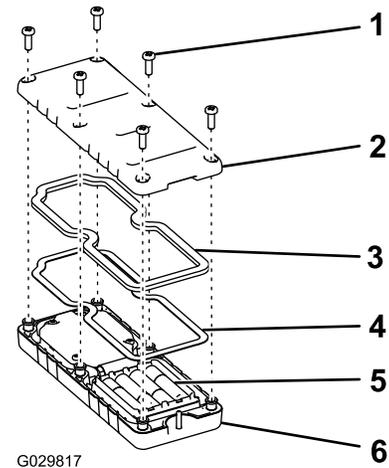

**図 30**
1. プーリ取り付けブラケットをブローのフレームに固定しているボルトをゆるめる **図 30**。
2. プーリ取り付けブラケットにトルクレンチをセットする **図 30**。
3. ブラケットがノズルから離れる方向にレンチを締めて、締め付けトルクを  $22.6\text{-}26.0\text{ N}\cdot\text{m}$   $2.3\text{-}2.7\text{ kg/cm}^2 = 200\text{-}230\text{ in}\cdot\text{lb}$  とする **図 30**。